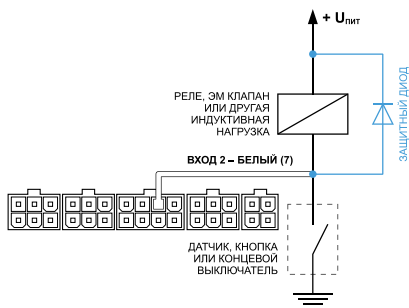

Рис.20. Схема подключения защитного диода
1. Защитный диод (Рис.20) – устанавливается параллельно индуктивной нагрузке. При этом ток защитного диода ($I_{\text{диода,прямой}}$) должен быть не менее $1.5 \cdot I_{\text{удержания катушки}}$. Если ток удержания катушки неизвестен или есть сомнения, следует использовать схему включения с защитным реле.